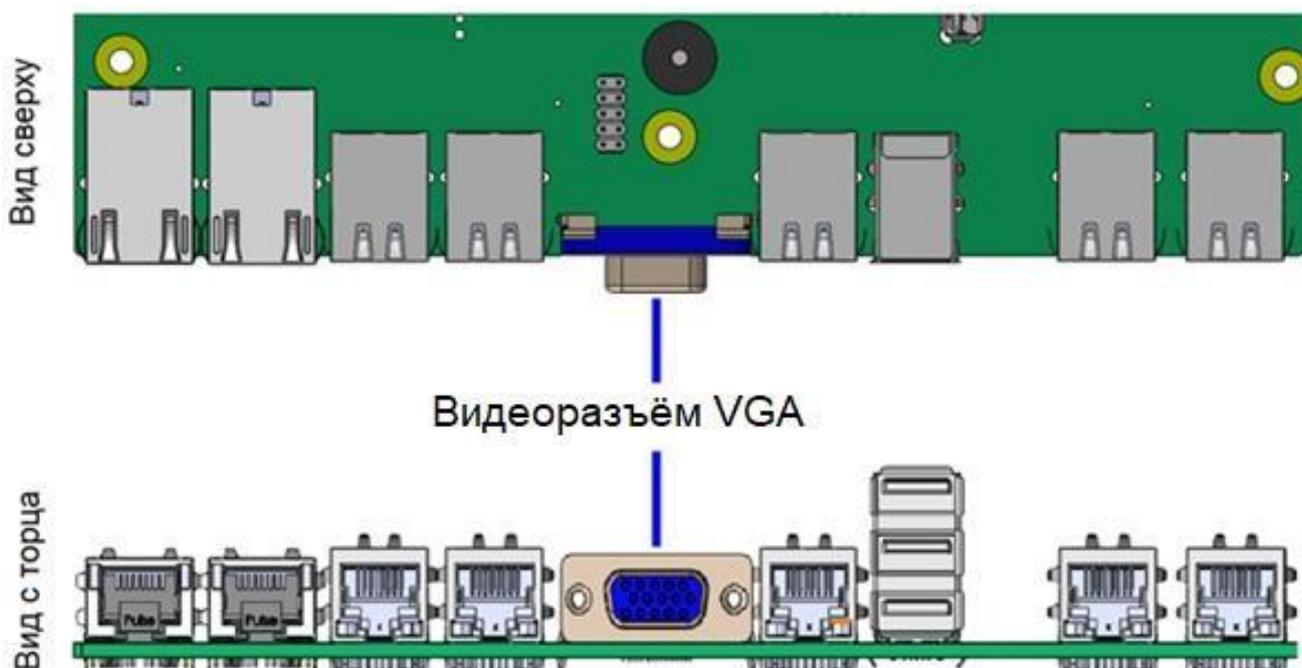

Рисунок 4-35. Стандартный 15-контактный видеоразъём
1. Стандартный 15-контактный видеоразъём, расположенный на задней стороне серверной платы (рис. 4-35).